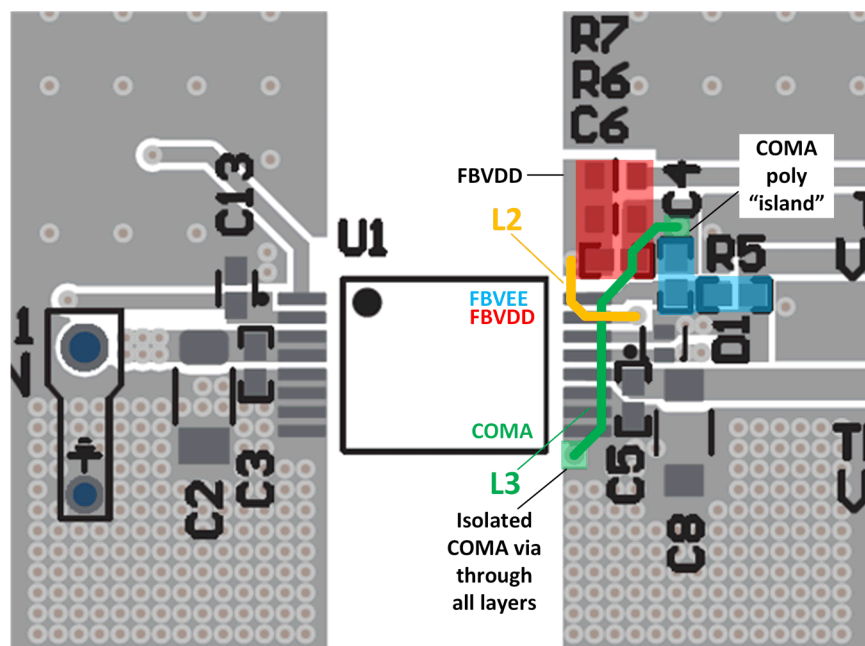

図 3-9. FBVDD (R6-7、C6)、FBVEE (R5、C4)、COMA 配線
- f. 図 3-9 にレイアウト例を示します。ここで、L2 (黄) はレイヤ 2 に配線され、L3 (緑) はレイヤ 3 に配線されています。